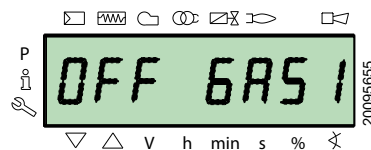

Fig. 43
- Gaz « **OFF GAS1** » (Fig. 43).